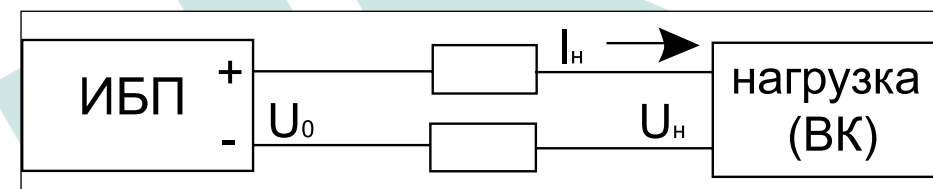

Рис. 1
линии можно по формуле (1) в соответствии с эквивалентной схемой приведенной на **рис. 1**.